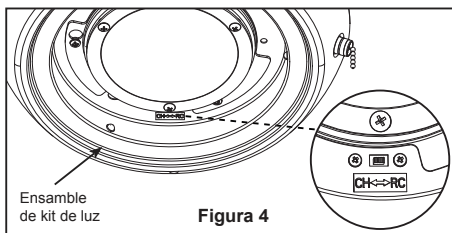

Figura 4
- ☐ 4. Deslice el interruptor a "CH" cuando use el interruptor de cadena del kit de iluminación. Deslice el interruptor a "RC" cuando el ventilador se esté usando con el accesorio de mando a distancia opcional CR500. (Figura 4)